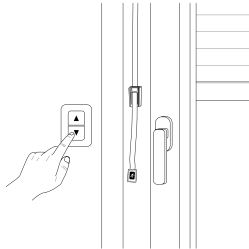
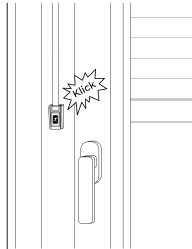

Bild 4
Bild 5
Rollladenantrieb in AUF-Richtung (Bild 4) schalten und geschaltet lassen.
- SE Plus: Im halbautomatischen Modus wickelt sich der Rollladenpanzer zuerst auf. Nachdem der Rollladen den oberen Anschlag erreicht hat, dreht der SE Plus weiter und zieht das Gurtband ein und stoppt selbstständig (Bild 4), wenn der Stopper passgenau im Klemmhebel arretiert ist (Bild 5).
- SE Pro/SEE: Im automatischen Modus wickelt sich der Rollladenpanzer zuerst auf. Nachdem der Rollladen den oberen Anschlag erreicht hat, dreht der SE Pro/SEE weiter und zieht das Gurtband ein und stoppt selbstständig (Bild 4), wenn der Stopper passgenau im Klemmhebel arretiert ist (Bild 5). Dann fährt der SE Pro/SEE selbstständig in die untere Endlage und stoppt dort.